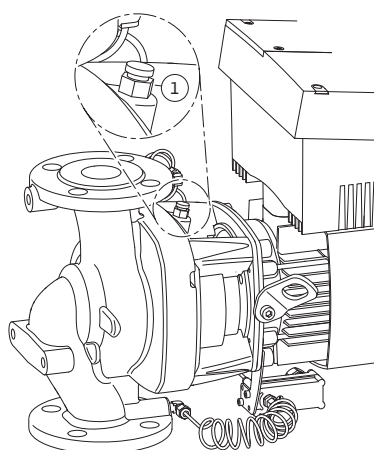

Fig. 47: Odvzdušňovací ventil
- Čerpadla se odvzdušní uvolněním odvzdušňovacích ventilů (Fig. 47, pol. 1). Chod na sucho zničí mechanickou ucpávku čerpadla. Čidlo diferenčního tlaku se nesmí odvzdušňovat (nebezpečí zničení).